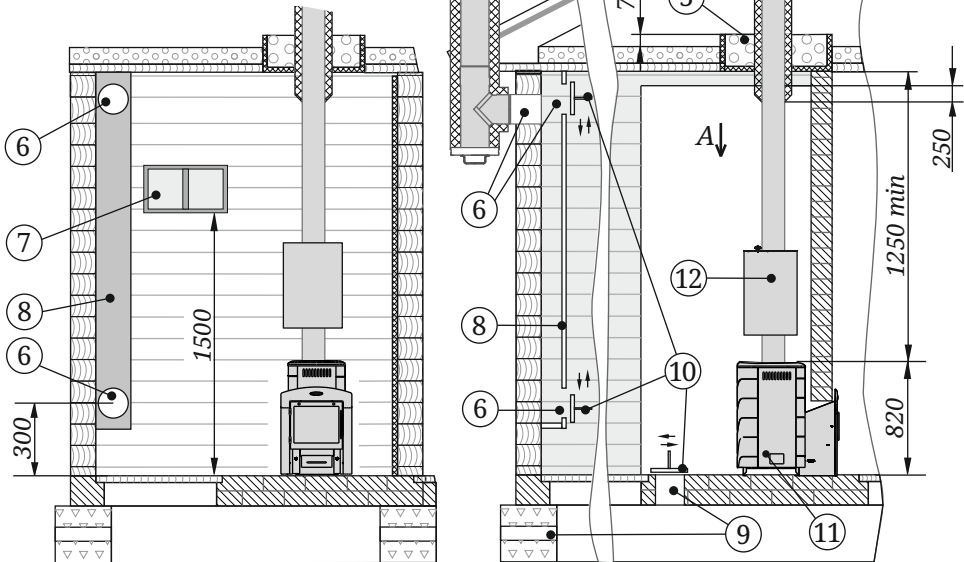

Рисунок 6. Схема монтажа печи
- пол из горючих и трудногорючих материалов перед дверцей топki застелить металлическим листом размером 700×500 мм (рисунок 6).
Для обеспечения хорошего воздухообмена, вентиляции и обеспечения оптимальных кондиций русской паровой бани, в парной необходимо организовать приточно-вытяжную вентиляцию (см. рисунок 6).